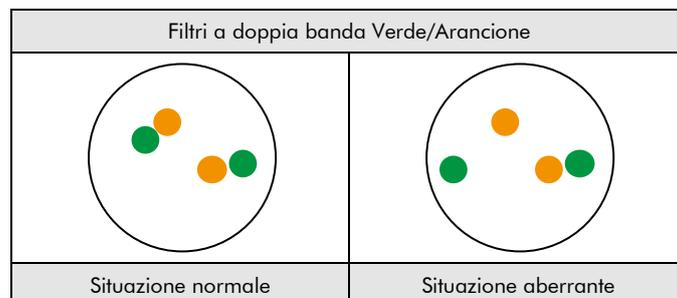

Fig. 2: Risultati attesi in situazione normale e aberrante
**Situazione normale:** nelle interfasi di cellule normali o cellule senza una traslocazione che coinvolge la regione del gene ABL2, compaiono due segnali di fusione verdi/arancioni (vedere Fig. 2).
**Situazione aberrante:** una regione del gene ABL2 interessata da una traslocazione è evidenziata da due segnali separati, di cui uno verde e uno arancione (vedere Fig. 2).